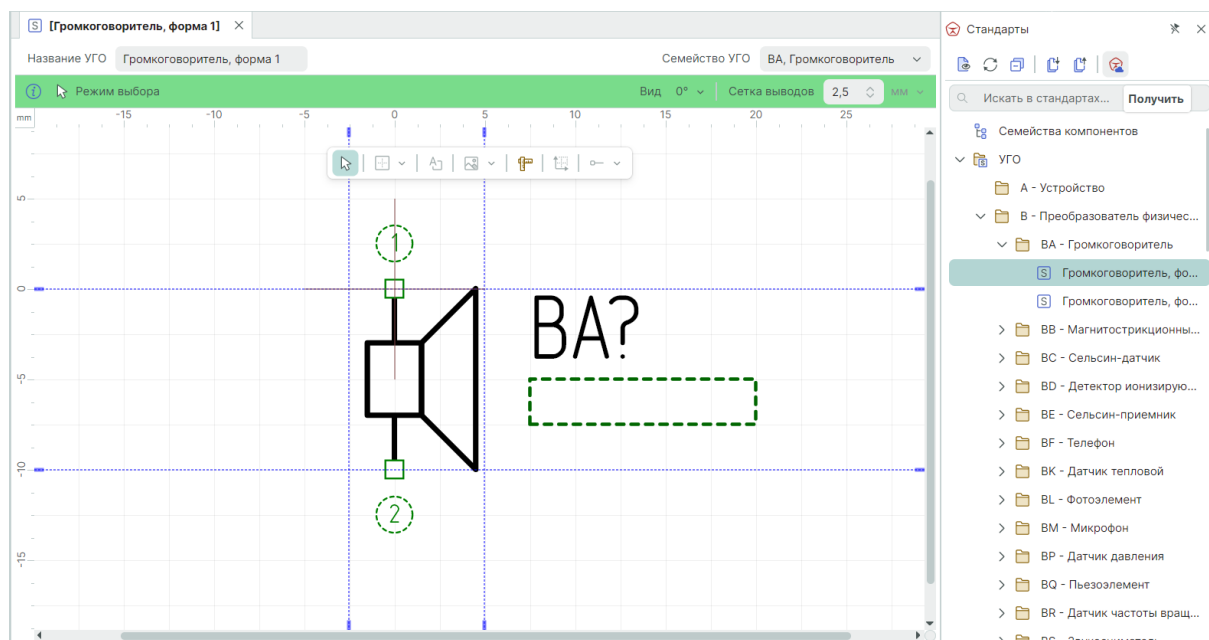

Рис. 81 Стандарты системы в режиме «Только для чтения»
5. При открытии в редакторах Стандартов системы в случае, если осуществлено подключение к Delta Design Enterprise Server и текущая рабочая группа не является источником стандартов, см. Рис. 81.